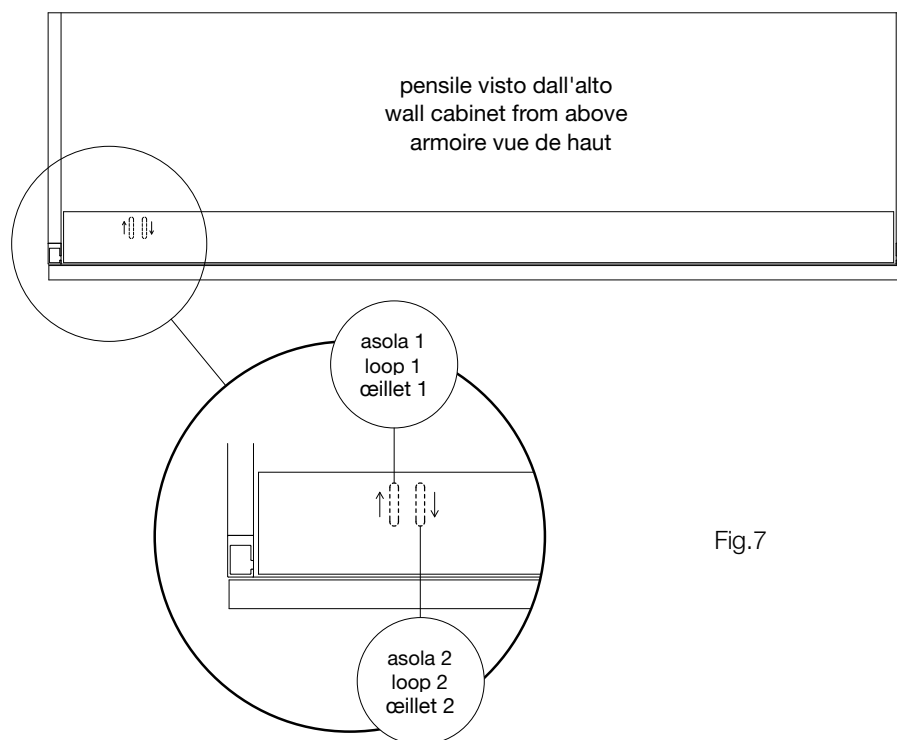

Fig.7
E' necessario ridurre la forza di compensazione ruotando di qualche giro in senso antiorario, con uno dei perni in dotazione, il sistema di regolazione posto all'interno del profilo base (A) in corrispondenza dell'asola (1) (fig.7).
E' necessario aumentare la forza di compensazione bloccando il sistema di regolazione posto in corrispondenza dell'asola (1) con un perno e contemporaneamente ruotando in senso orario il sistema di regolazione posto in corrispondenza dell'asola (2) con il secondo dei perni in dotazione (fig.7).
It is necessary to lower the strength of the compensation spring, turning the regulation system present insider the profile (A) of some turns in anti-clockwise direction, using the pivot furnished in the kit, through the loop /1/. (fig.7)
It is necessary to increase the strength of the compensation spring, locking the regulation system present in profile using one pivot in the loop / 1/ and, at the same time, turning in clockwise direction the regulation system through loop /2/ with the second pivot furnished in the kit. (fig.7)
Vous devez diminuer la tension du ressort compensateur. Pour ce faire, tournez le régleur situé à l'intérieur du profilé (A) de quelques tours dans le sens inverse des aiguilles d'une montre, en passant par l'oeillet (1), à l'aide du pivot fournit dans la trousse . (fig. 7)
Vous devez augmenter la tension du ressort compensateur. Pour ce faire, verrouillez le régleur situé à l'intérieur du profilé en insérant un pivot dans l'oeillet (1) et, en même temps, en faisant tourner le régleur dans le sens des aiguilles d'une montre, en passant par l'oeillet (2), à l'aide de l'autre pivot fournit dans la trousse. (fig. 7)